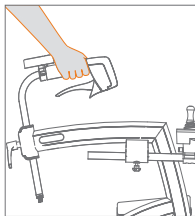

Figure 26: Conduite.
- a. Tout en marchant, gardez les doigts légèrement autour des poignées (**Figure 26**). Vous pouvez également les maintenir autour des freins à main, avec le pouce sur l'intérieur de la poignée.